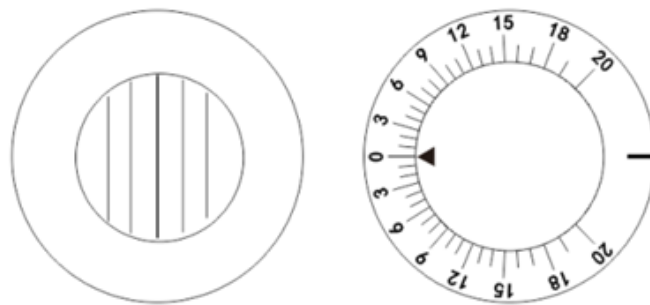
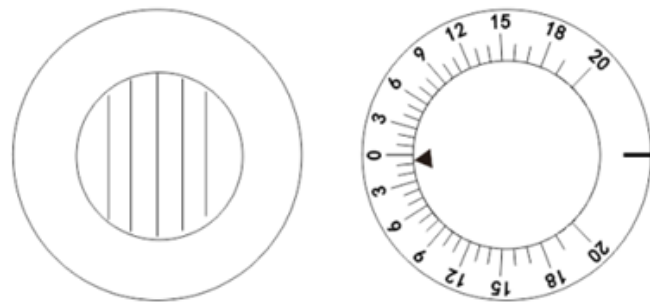

Fig.48
Fig.49
b. Quindi misurare la foria verticale. Come mostrato in Fig.48, ruotare la manopola dell'obiettivo ausiliario ② e imposta MRRV per l'occhio destro. Girare la lente del prisma di rotazione ③ per impostare l'occhio sinistro in posizione orizzontale. Ora Testee può vedere la linea orizzontale rossa con l'occhio destro e il punto luminoso con l'occhio sinistro. Quindi, usando la stessa procedura di a, chiedi a Testee quando può vedere la linea rossa e il punto luminoso incontrarsi mentre ruota la manopola di rotazione dell'obiettivo del prisma ①. Quando viene mostrato come Fig.49, Testee riferisce che si incontrano, è 0.5. sotto 0. indicando che l'occhio sinistro è  $0.5\Delta$ D, chiamato  $0.5\Delta$ eteroforia verso l'alto.